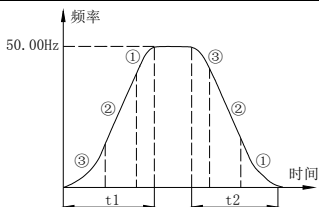

图 7-2 S 曲线加减速
1: **S 曲线加减速方式**。输出频率按照 S 形曲线递增或递减, 如图 7-2 所示。
S 曲线起始段时间如图 7-2③所示，输出频率变化的斜率从 0 逐渐递增。
S 曲线上升段时间如图 7-2②所示，输出频率变化的斜率恒定。
S 曲线结束段时间如图 7-2①所示，输出频率变化的斜率逐渐递减到 0。